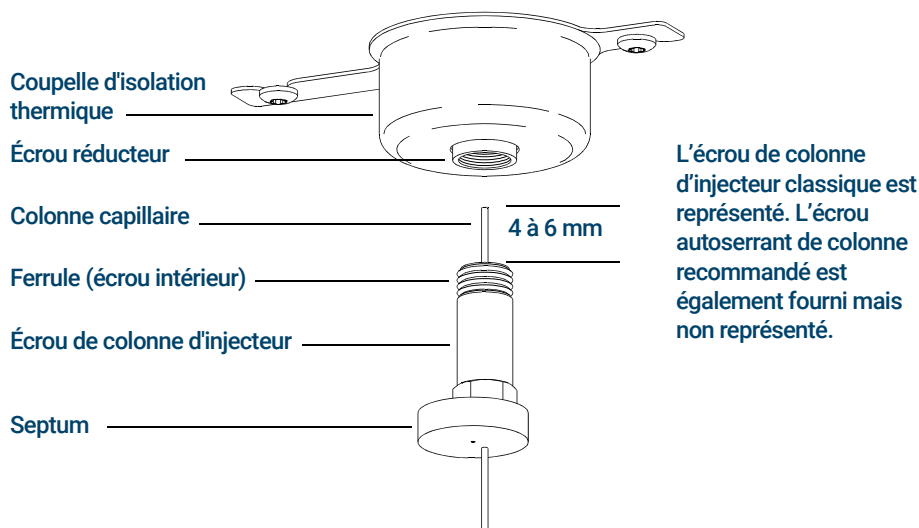

Figure 4. Installation d'une colonne capillaire dans un injecteur avec/sans division (split/splitless)
- 7 Positionner la colonne pour qu'elle dépasse de 4 à 6 mm l'extrémité de la ferrule. (Voir **Figure 4.**)